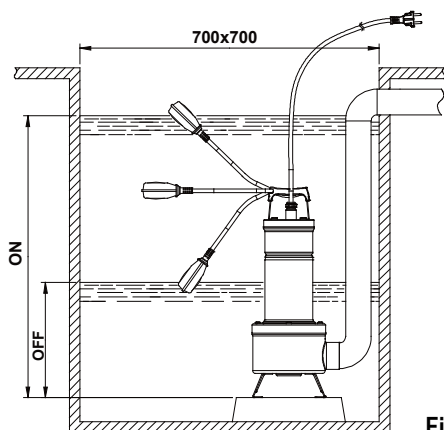

Fig.1
- 4.1 No caso em que o fundo do poço em que a bomba irá trabalhar apresente muita sujidade, é oportuno aprontar um suporte onde apoiar a bomba para evitar entupimentos (Fig.1).
- 4.4 Para a versão provida de interruptor de bóia, verificar que esta se possa mover livremente (VER O PARÁGRAFO: REGULAÇÃO DO INTERRUPTOR DE BÓIA). Prever poços de alojamento com as dimensões mínimas indicadas na Fig.1. O poço também deverá ser sempre dimensionado em relação à quantidade de água que chega e ao débito da bomba, de forma a não submeter o motor a um número excessivo de arranques.